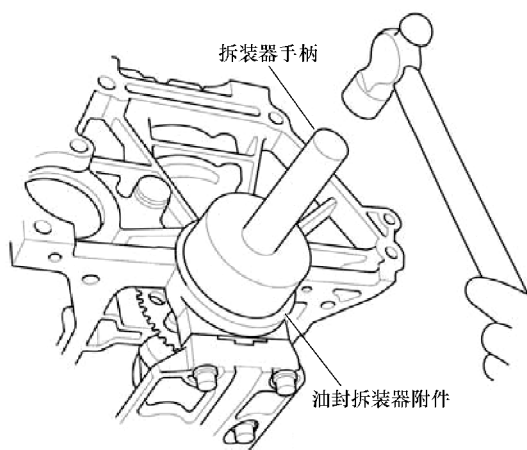

图 8-27 安装曲轴油封
- 20) 使用图 8-27 所示的专用工具将新的油封敲入缸体至规定的安装高度。